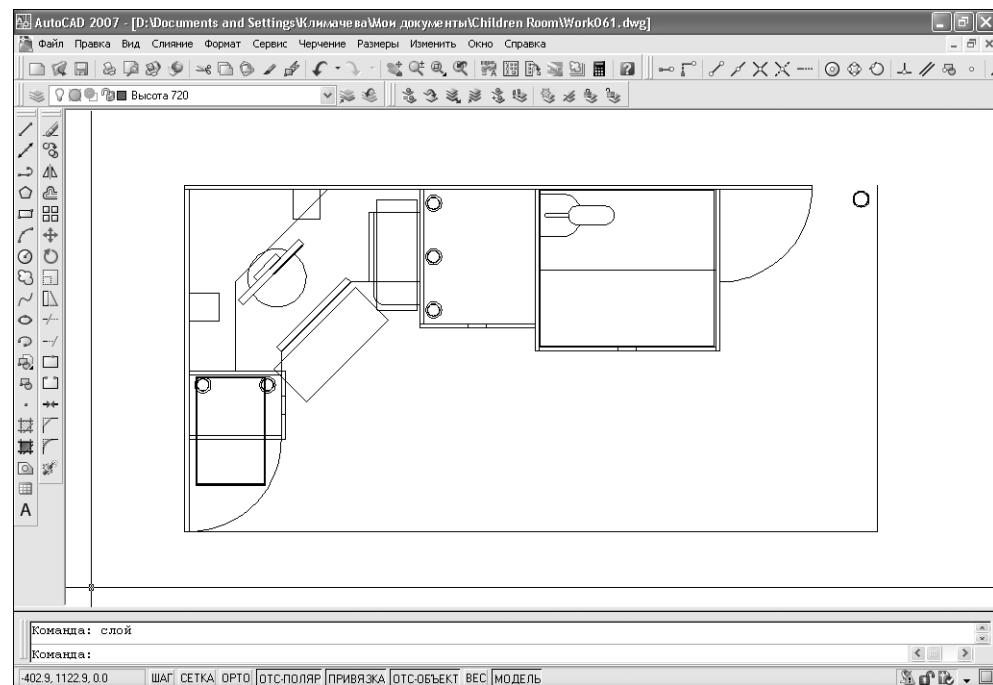

Рис. 6.11 ▼ Свойства текущего слоя Высота 720 отображаются в списке слоев панели Слои (Layers)
3. В области черчения видимых изменений не произошло (рис. 6.11). Однако если вы посмотрите на раскрывающийся список слоев, расположенный на панели инструментов Слои (Layers) (см. рис. 6.2 и рис. 6.11), то заметите, что содержимое текущего элемента этого списка изменилось – вместо свойств слоя 0, которые отображались в этом списке до открытия окна Диспетчер свойств слоев (Layer Properties Manager), теперь в нем отображаются свойства слоя Высота 720.